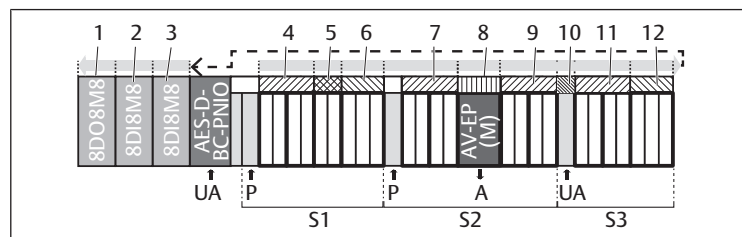

Fig. 9: Numerazione degli slot in un sistema valvole con moduli I/O
La numerazione degli slot inizia da destra, accanto all'accoppiatore bus (AES-D-BC-PNIO), nel campo valvole con la prima scheda driver valvole e arriva fino all'ultima scheda driver all'estremità destra dell'unità valvole (slot 1-9 → Fig. 9). Le schede di collegamento a ponte vengono ignorate. Le schede di alimentazione e le schede di monitoraggio UA-OFF occupano uno slot (slot 7 → Fig. 9).
La numerazione prosegue nel campo I/O (slot 10-12 → Fig. 9). Questa ulteriore numerazione parte dall'accoppiatore bus verso sinistra, fino a raggiungere l'estremità sinistra.
Nell'esempio è rappresentato un sistema valvole con le seguenti caratteristiche. Ved. → Fig. 9.
**i** La configurazione descritta in questo capitolo si riferisce all'esempio → Fig. 9.